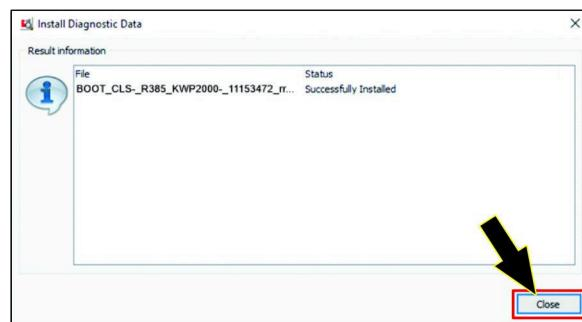

Figura 58
6. En el cuadro de diálogo INFORMACIÓN DE RESULTADOS, haga clic en el ícono CERRAR (Figura 58).